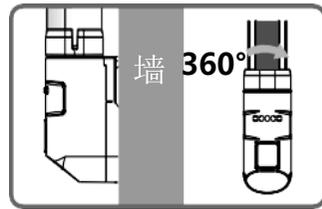

图9.光栅固定在墙上，左右格进旋动杆体进行对焦调试图
- ①若J8设置继电器在常闭状态下，一直保持吸合；
- ②若J7J8设置继电器在常开状态下，一直保持断开。
- D. 完成对焦调试，拧紧上下管塞上的螺丝，锁定光栅不得再旋转（如图9）安装好内盖，固定好管塞，趟好管塞外盖，抹干净光栅铝管上的灰尘，完成光栅的安装调试工作。